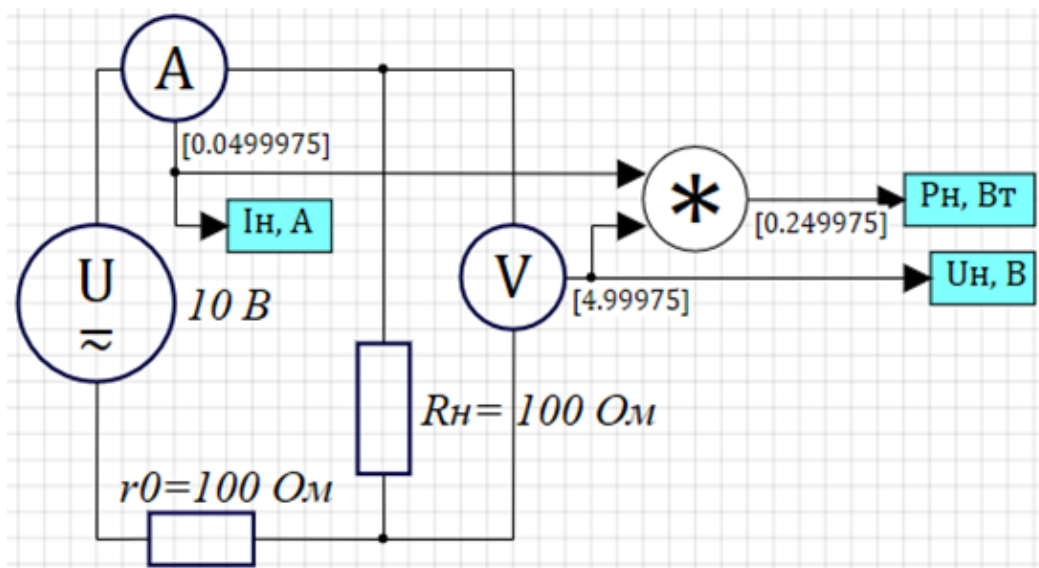

Рис. 2.5
На рис. 2.5 приведены результаты моделирования для значения сопротивления правого блока **RLC-цепь** – $R_n = 100 \text{ Ом}$.
4. Провести моделирование для схемы рис. 2.5, задав постоянную составляющую напряжения источника в вольтах равной номеру варианта, а значение внутреннего сопротивления r_0 и сопротивления нагрузки R_n в омах, равными номеру варианта плюс 50.